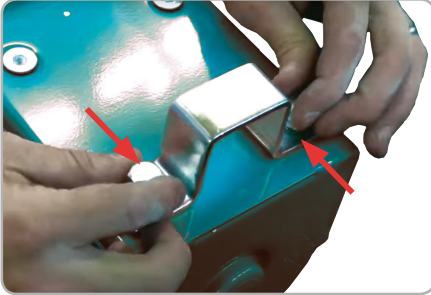

Fig.6
- Montați cele două cleme pe corpul troliului în partea superioară, utilizând șuruburile din kitul de montaj dar fără a le strânge complet (Fig.6).